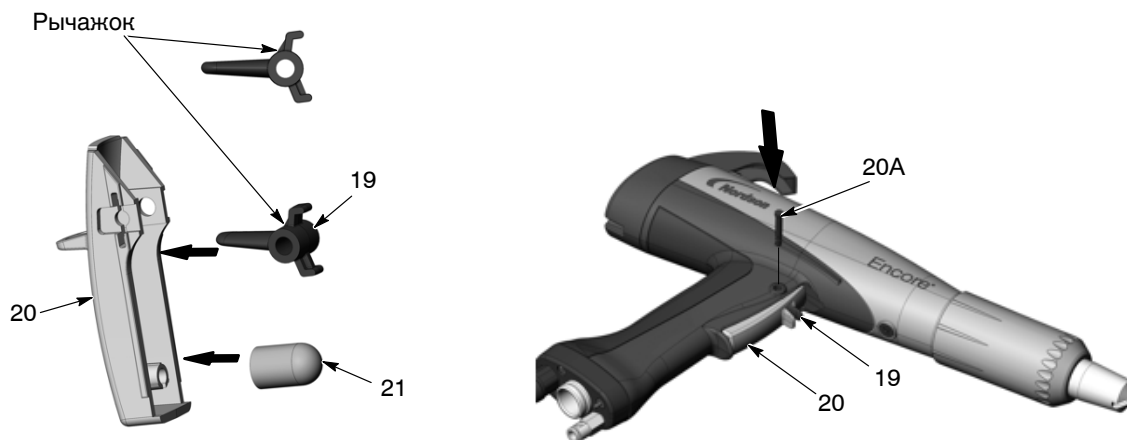

Рис. 6-12 Установка спускового устройства и оси
7. См. рис. 6-12. Вставить клавишу продувки (19) в спусковое устройство (20) распылителем рычажком вверх, см. рисунок. **Не установить клавишу продувки верхней стороной вниз.**
8. Убедиться, что приводной элемент (21) надет на выступ.